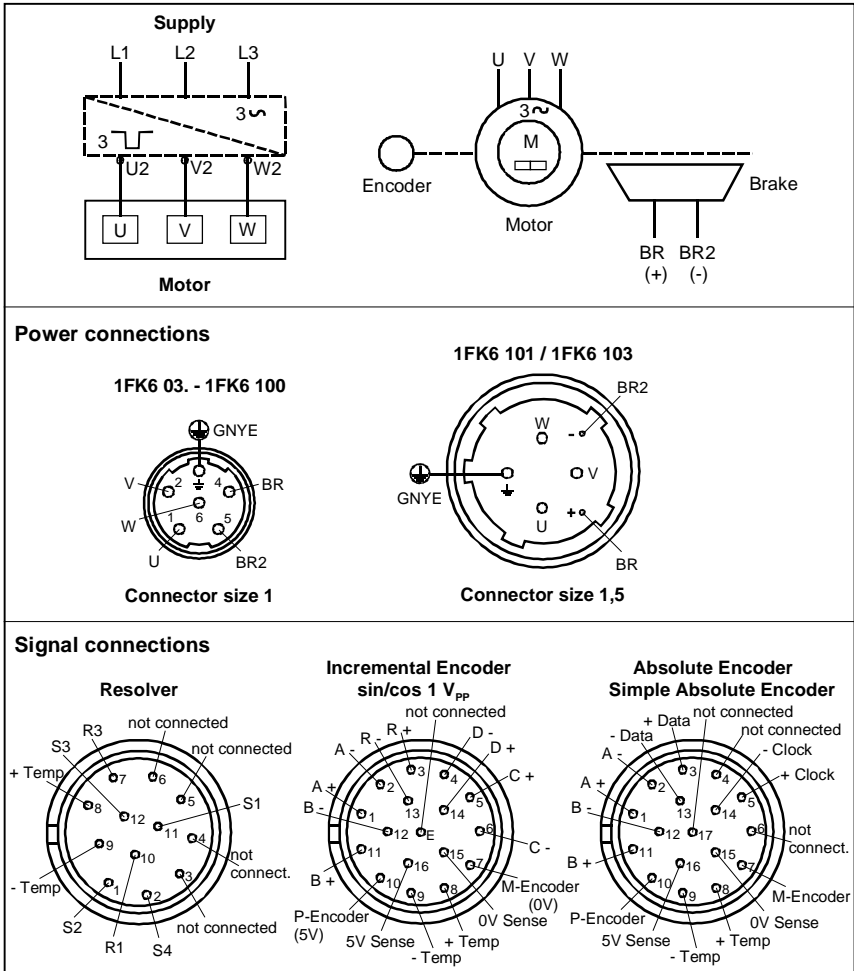

Bild 5 Kopplingar
- Beakta uppgifterna på typskylten (kapitel 3.1) och uppgifterna på kopplingsbilderna (Bild 5).
2. Montera kontakter enligt Bild 5. Anslut skyddsledare.
3. Anslut broms genom effektkontakt enligt Bild 5.
2. Montera kontakter enligt Bild 5.
För att göra detta lägg på 24 V DC $\pm 10\%$ på pins BR, BR2 (Bild 5) och se om rotorn löper fritt (inga släpljud).